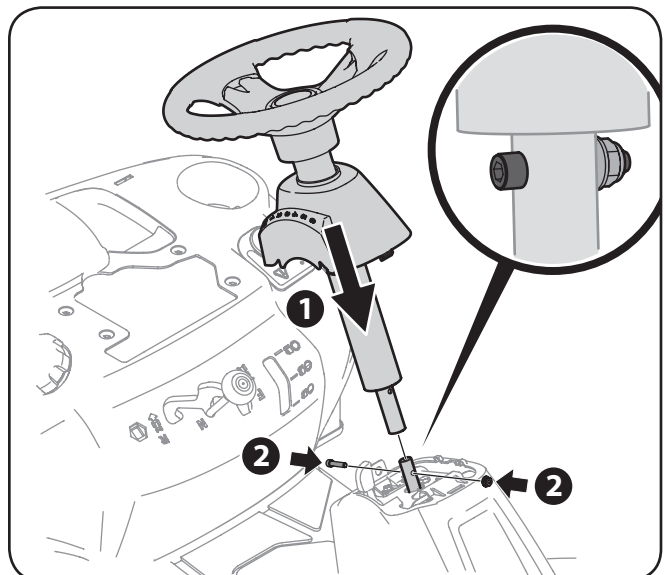

Figura 3-2
4. Baje el conjunto del volante sobre el eje inferior de la dirección y sujételo con el tornillo de cabeza hueca y la tuerca de seguridad que extrajo previamente. Vea la Figura 3-2.